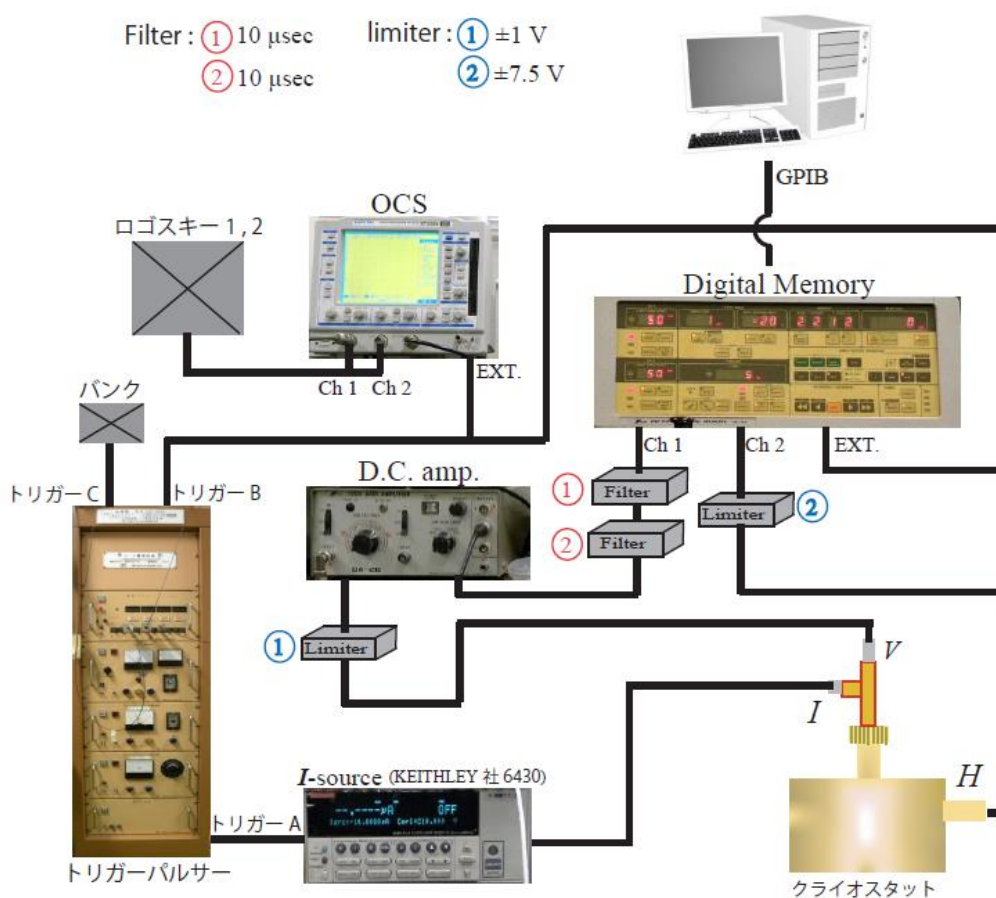

図 5 : パルス強磁場下直流電気抵抗測定システムの回路図
14. $R-T$ 測定が測定できたならば、次に **$R-H$ 測定** の準備をする。パルス強磁場下直流電気抵抗測定システムの回路図 (図 5) を下に示す。